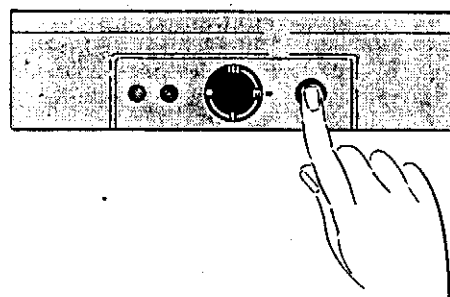

Рис. 11
Для быстрого нагрева (например, после отбора большого количества воды) следует нажать черную клавишу (2, рис. 10), как это изображено на рис. 11. Включается наибольший нагрев бойлера, дополнительно загорается желтая сигнальная лампа (4).